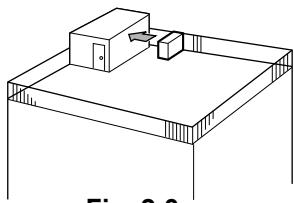

Fig. 2-3
- (1) Positionner la sortie d'air vers le mur le plus proche et à environ 50 cm de celui-ci. (Fig. 2-3)